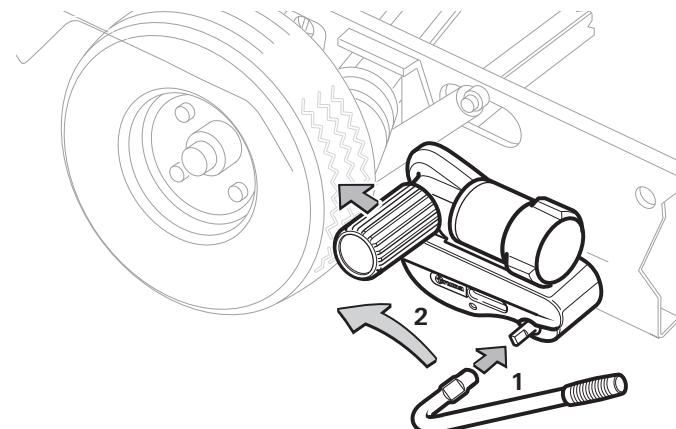
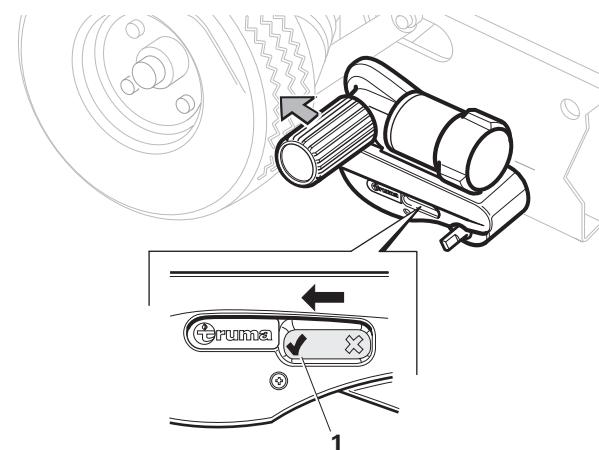

Bild 4
Bild 5
- Sätt fast manöverarmen på kopplingsaxeln (bild 4 - 1).
- Vrid manöverarmen i pilrikningen (mot fordonshjulet) (bild 4 - 2) tills positionsindikatorn i huset pekar mot "/" (bild 5 - 1). I slutläget hakar drivenheten fast ordentligt och drivhjulen trycks in ca 20 mm i däcket. Kontrollera detta på båda sidorna före rangeringen.